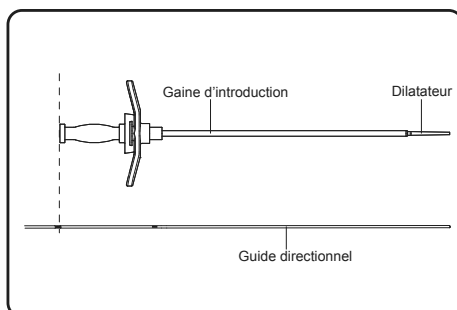

Figure 10. Aligner le collet de la gaine du dilatateur avec le bon repère du guide directionnel
5. Maintenir le guide directionnel en place au niveau de l'incision. Placer le dilateur et la gaine d'introduction sur le guide directionnel et les introduire dans le foramen. Le troisième repère de profondeur le plus proximal sur le guide directionnel doit être aligné avec le sommet du dilateur (**Figure 10**). Le cas échéant, confirmer par fluoroscopie que le marqueur radio-opaque de la gaine d'introduction est inséré à 1/2 - 2/3 dans la plaque sacrée.